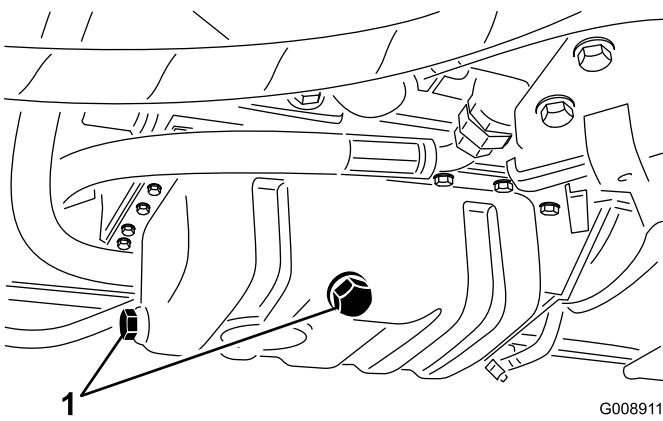

Bild 47
1. Entfernen Sie eine der Ablassschrauben (Bild 47) und lassen Sie das Öl in die Auffangwanne ab. Schrauben Sie die Ablassschraube wieder ein, nachdem das Öl abgelaufen ist.